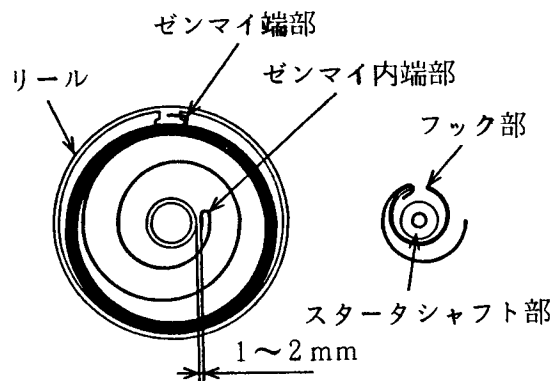

Fig 12-4
(2) ゼンマイがリール側の収納部に確実にセットされている事を確認してから、Fig 12-4 の様にフック部が確実に引っ掛かる様に、ゼンマイ内端部とリールブッシュ部の間を 1~2mm の位置になる様に成形して下さい。
尚、ゼンマイの収納方向を間違えぬ様 Fig12-4 を参照して下さい。